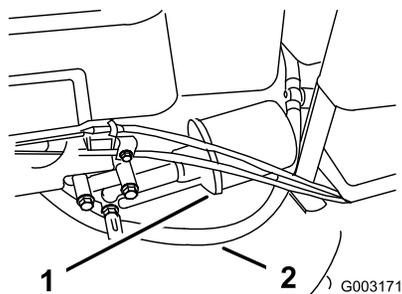

Figure 24
Remplacez le filtre à carburant (Figure 24) toutes les 100 heures de fonctionnement ou une fois par an, la première échéance prévalant.
4. Débranchez le conduit d'alimentation (Figure 24) en desserrant le collier au niveau du carburateur.